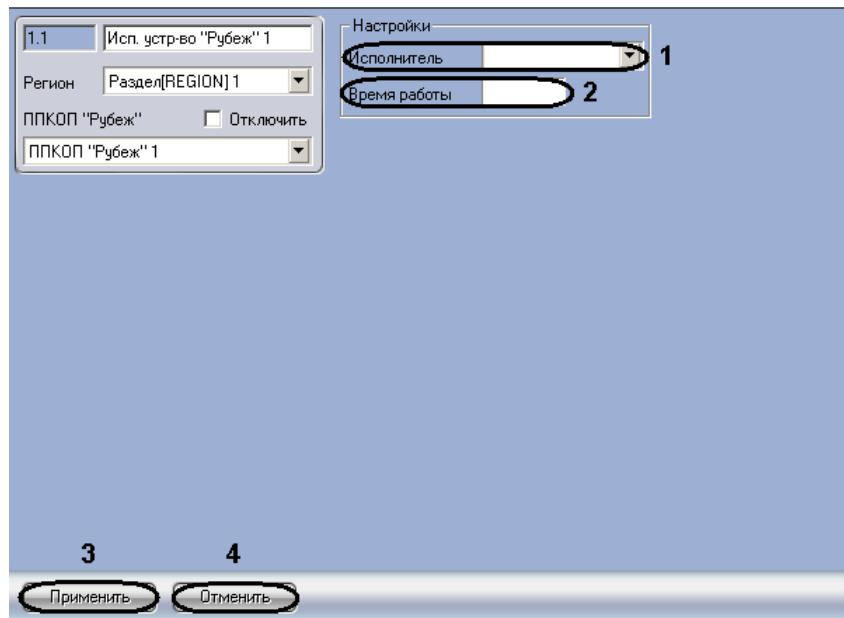

Рис. 3.3-2 Настройка исполнительных устройств
- Перейти на панель настроек объекта **Исп. устр-во “Рубеж”** (Рис. 3.3-2).
- Из раскрывающегося списка **Исполнитель** выбрать тип исполнительного устройства (см. Рис. 3.3-2, 1).
- В поле **Время работы** ввести значение в секундах, определяющее временной интервал, в течение которого устройство будет находиться во включенном состоянии после включения (см. Рис. 3.3-2, 2).
- Для сохранения изменений нажать кнопку **Применить** (см. Рис. 3.3-2, 3).
*Примечание.* Для отмены внесенных изменений необходимо нажать кнопку **Отмена** (см. Рис. 3.3-2, 4).